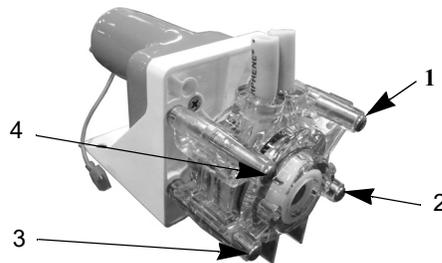

Figure 23. Vis du corps de pompe
- Desserrez et retirez les quatre vis du corps de la pompe (voir Figure 23).
- Tout en maintenant les moitiés de la pompe ensemble avec votre main, remettez en place les quatre vis à oreilles (voir Figure 23) et serrez-les en les croisant comme indiqué. Les vis à oreilles doivent être serrées d'environ 1/4 de tour.